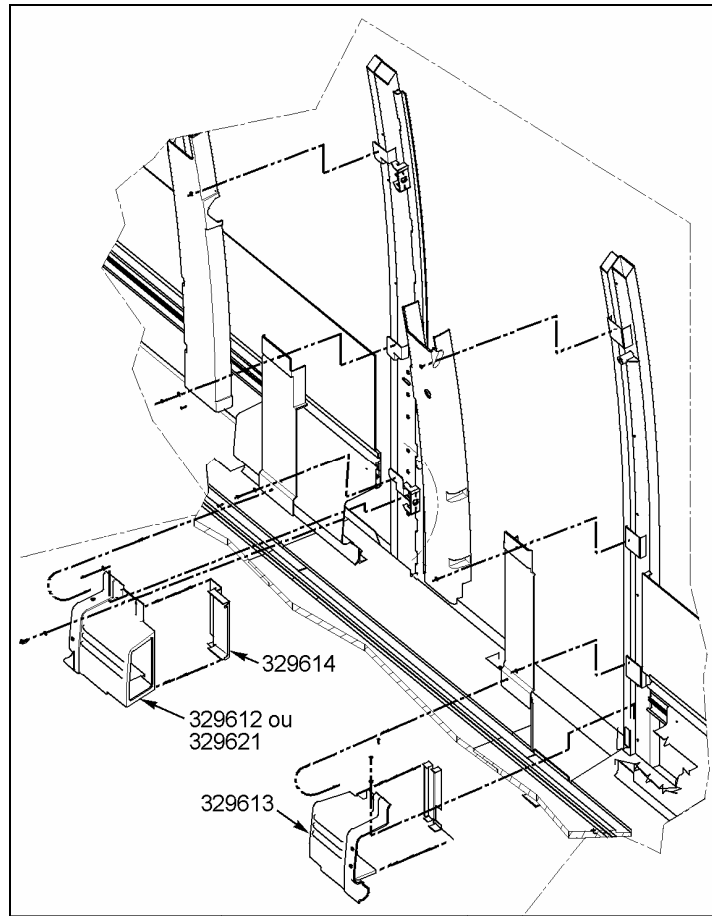

FIGURE 4
- 4) Fixer la pièce de fermeture de canalisation (329614) sur la pièce d'extrémité de canalisation avant (329612 ou 329621) puis installer la pièce d'extrémité de canalisation avant (Voir figure 4).
- 5) Installer la pièce d'extrémité de canalisation arrière (329613) (Voir figure 4).